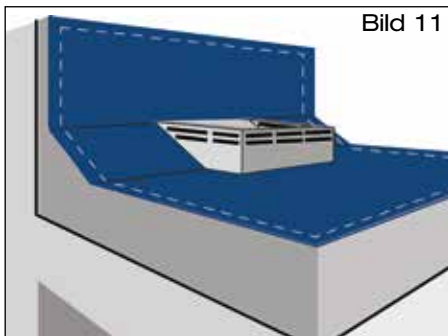

Bild 11
- 2.5 Zweite Lage der Dachdichtungsbahn über Ablauf ausrollen. Im Bereich des Attikaablaufes Aussparung mit Abmessungen entsprechend Außenkonturen des Siebkorbes vorsehen (Bild 11). Zweite Lage der Dachdichtungsbahn gemäß Verlegevorschriften des Dachdichtungsbahnherstellers verschweißen.